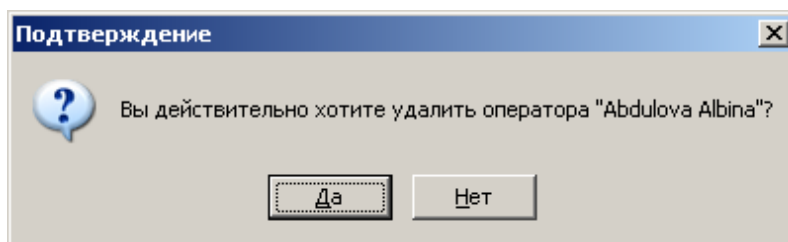

Рисунок 1.15.
3. В открывшемся окне (рис.1.15) для подтверждения удаления нажмите на кнопку <Да>, для отмены – кнопку <Нет>.